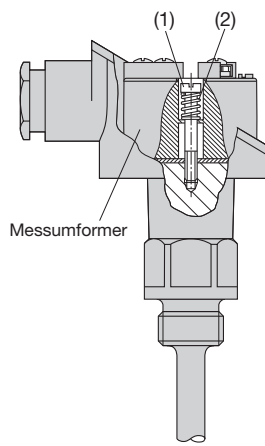

Bild 4. Gefederte Montage auf Messeinsatz.
Leitungen des Temperaturfühlers durch das Loch in der Mitte des Messumformers fädeln. Messumformer im Unterteil des Anschlusskopfes ausrichten und mit zwei Zylinderschrauben (1) und zwei Federn (2) befestigen (siehe Bild 4). Anschlussleitungen gemäss Abschnitt «7. Elektrische Anschlüsse» anschliessen.